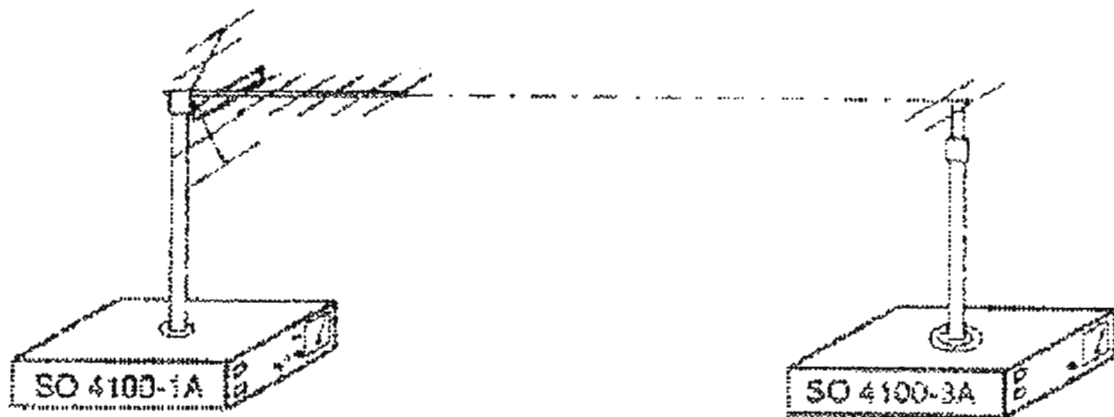

FIGURA 3.
1. Conectar la antena Yagi (SO4100-2F) al transmisor de UHF (SO4100-1.A), y conectar la antena de dos elementos (SO4100-2B) al receptor de UHF (SO4100-3.A), colocar los equipos como se muestra en la figura 3.